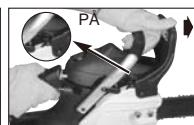

Fig. 7B
2. KJEDEBREMSEN er AKTIVERT (kjeden er stoppet) når bremsespaken er i fremoverposisjon og kjedebremsehendelen er i PÅ-posisjon. Du bør ikke kunne bevege kjeden. (Fig. 7B)